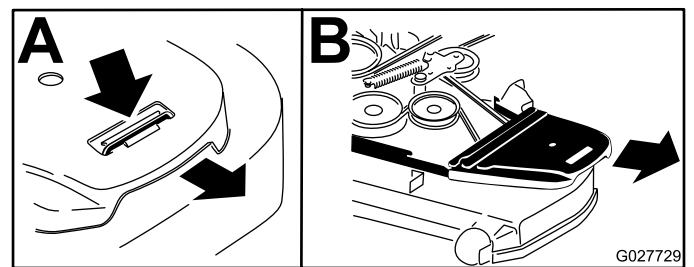

**Figura 93**
9. Inserite un cricchetto nel foro quadrato del braccio di rinvio per allentare la molla del tenditore (Figura 93).
10. Togliete la cinghia dalla puleggia del piatto di taglio (Figura 93).
11. Rimuovete la cinghia dalle pulegge restanti (Figura 93).
13. Utilizzando un cricchetto nel foro quadrato, allentate la molla e accompagnate la cinghia nuova attorno alla puleggia tendicinghia (Figura 93).